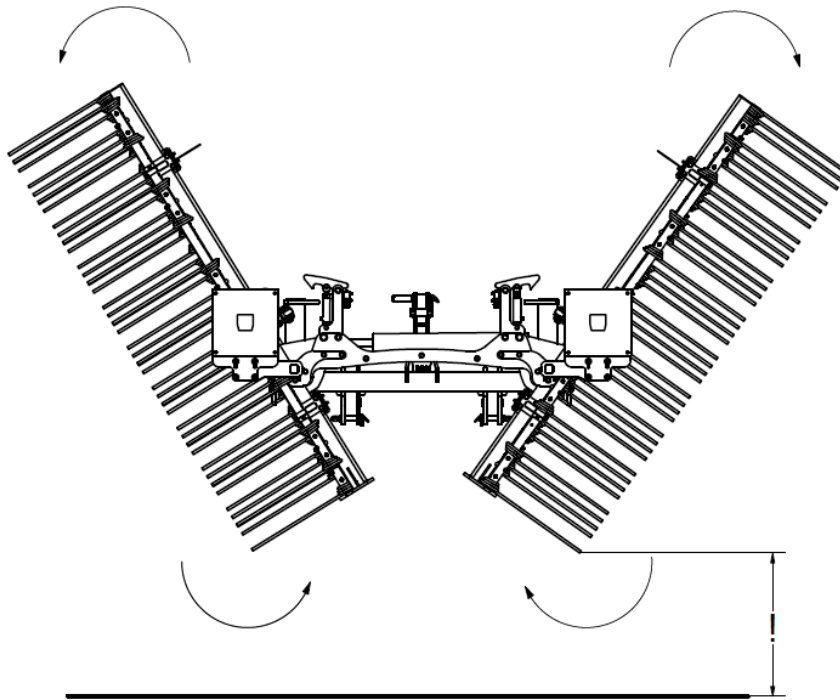

Fig. 12 Étapes du dépliage de la machine : la machine s'ouvre, les extrémités des bras latéraux sont à une hauteur convenable.
4. Lors de l'ouverture des ailes de la machine, assurez-vous que les extrémités des bras sont à une hauteur suffisante pour éviter qu'ils ne s'accrochent au sol (Fig. 12).